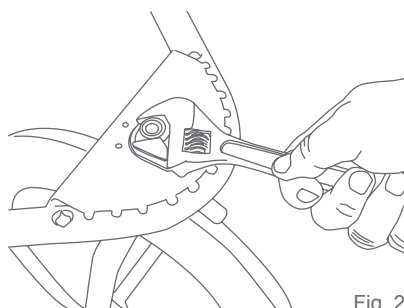

Fig. 23
- 23)** • Retirez le repose-pieds afin d'accéder à l'écrou. Vous pouvez utiliser une clé à molette standard pour resserrer l'écrou (Fig. 23).